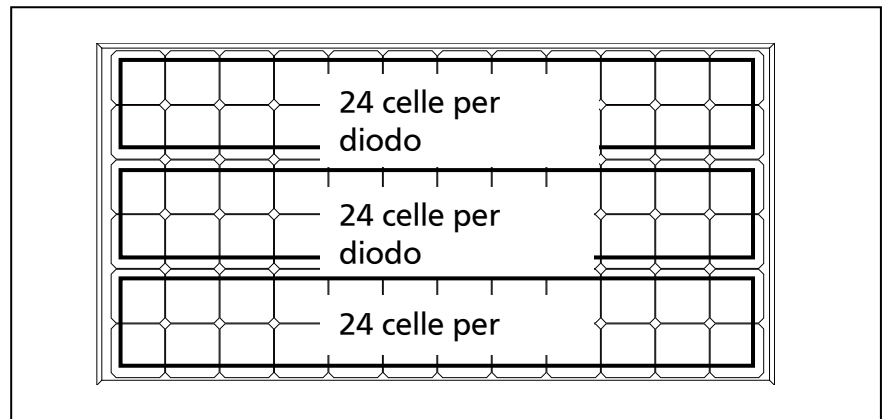

Figura 4-1: numero di celle in serie per ogni diodo di bypass
- Le specifiche dei diodi di bypass per la serie VBHNxxxSE sono le seguenti: 3 diodi di bypass; 96 celle in serie per ogni diodo di bypass (vedere Figura 4-1).